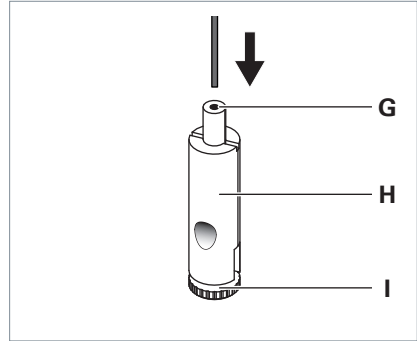

Fig. 8: Monter l'attache de câble.
- ▶ Faites passer le câble métallique à travers la douille de guidage **G** de l'attache de câble **H**, voir Fig. 8.